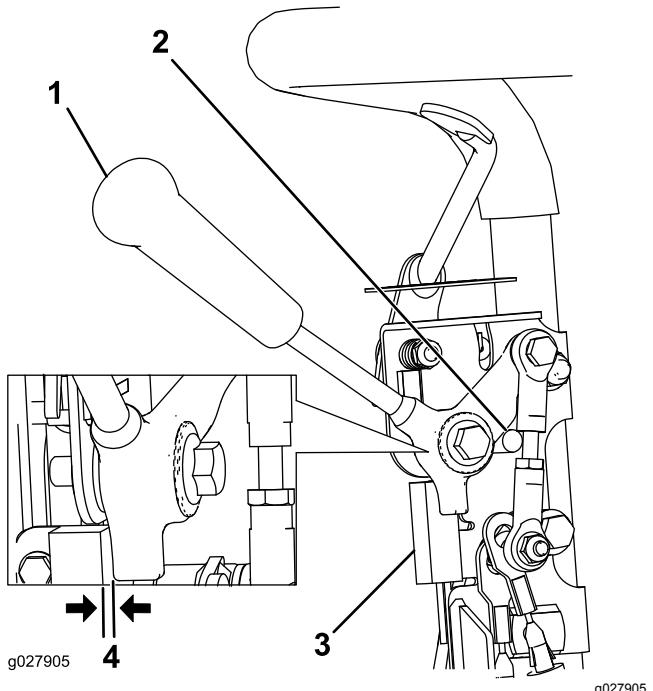

Figura 36
1. Asegúrese de que el motor está parado y de que la palanca de tracción está desengranada y apoyada en el tope de punto muerto (Figura 36).
2. Afloje las fijaciones de montaje del interruptor de seguridad (Figura 36).
3. Coloque un suplemento de 0,8 mm de grosor entre la palanca de tracción y el interruptor de seguridad (Figura 36).